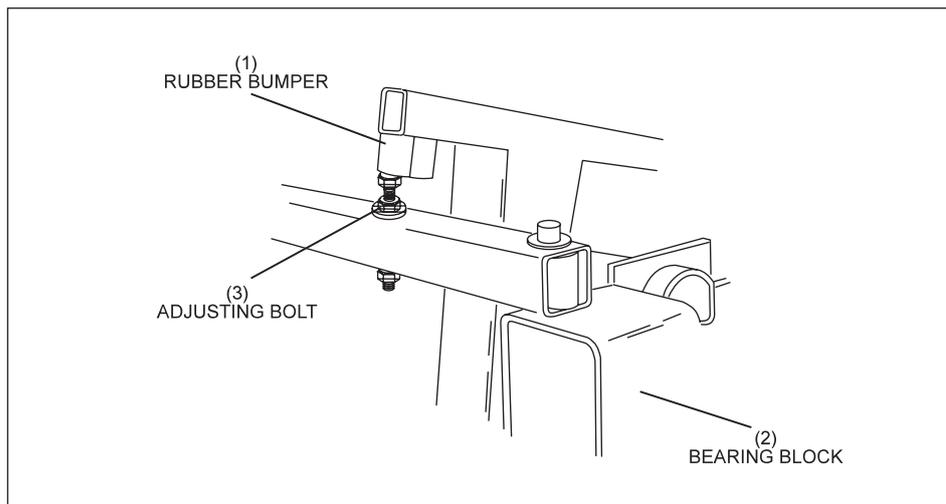
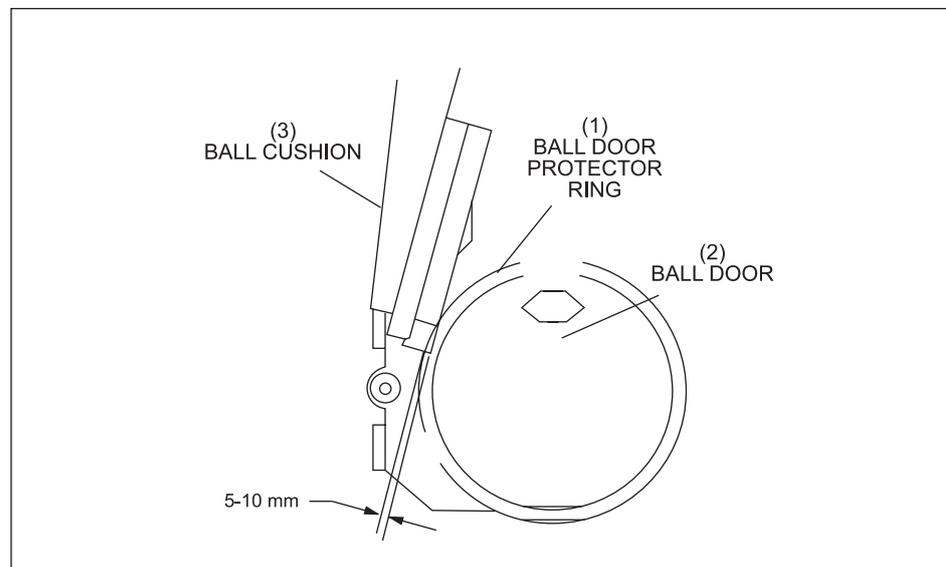

Figure 5-6. Boulon d'ajustement de coussinet de boule.
Figure 5-7. Positionnement de coussinet de boule.
- a. A l'aide du boulon de réglage montré dans la *Figure 5-6*, ajustez le coussinet de boule jusqu'à ce que le bord inférieur se trouve à 5-10 mm devant la bague de protection de boule. Cela positionnera la boule de sorte qu'elle passera la porte de boule sans toucher la bague de protection. Reportez-vous à la *Figure 5-7*.
- (1) BUTEE REBONDISSANTE
- (2) BLOC DE SUPPORT
- (3) BOULON DE REGLAGE